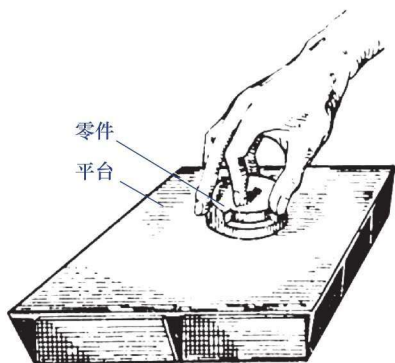
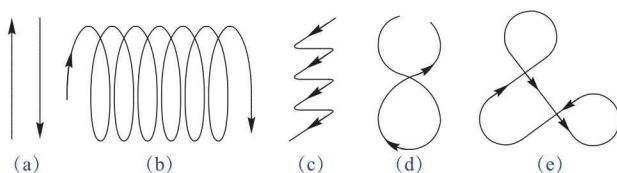

图1 平面研磨
图2 研磨轨迹
3.1 研磨准备 (1) 测量分油盘两个被研磨平面的尺寸。 (2) 检查研磨平台表面是否完好, 配置或选择研磨膏。 (3) 清洗研磨平台, 将研磨膏均匀地涂敷在整个研磨平台上
<p>3.2 研磨施工</p> <p>(1) 选择分油盘的第一个研磨平面，将分油盘的第一个研磨面贴合在研磨平板上进行研磨。</p> <p>(2) 沿研磨平台的表面（见图1），采用直线往复式、螺旋线、摆动式及8字形或仿8字形（见图2）等研磨轨迹进行研磨。</p> <p>★注意：将分油盘研磨平面各处均匀受压研磨一定时间后，需定时将分油盘转动一定角度进行研磨。使分油盘的研磨面各处被均匀研磨。研磨速度过快，可能使零件表面温度超出要求。</p> <p>研磨一定时间后，在研磨平台上添加新研磨膏进行研磨。</p> <p>★注意：研磨零件时，应使研磨平台表面各处均匀磨损，避免将研磨平台研磨出凹坑</p>